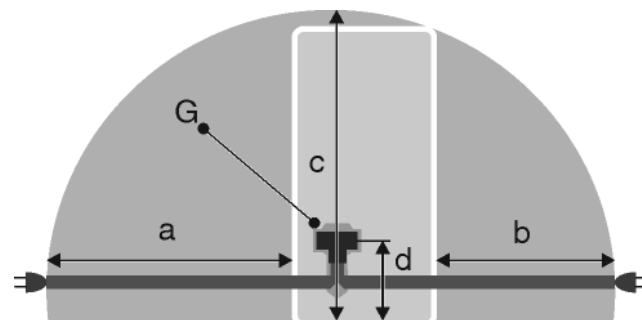

Fig. 30 *
- Розетка находится не за устройством, а в зонах a или b Fig. 30 (a, b, c).
- Штекер устройства Fig. 30 (G) подсоедините с задней стороны устройства. Следите за правильной фиксацией.